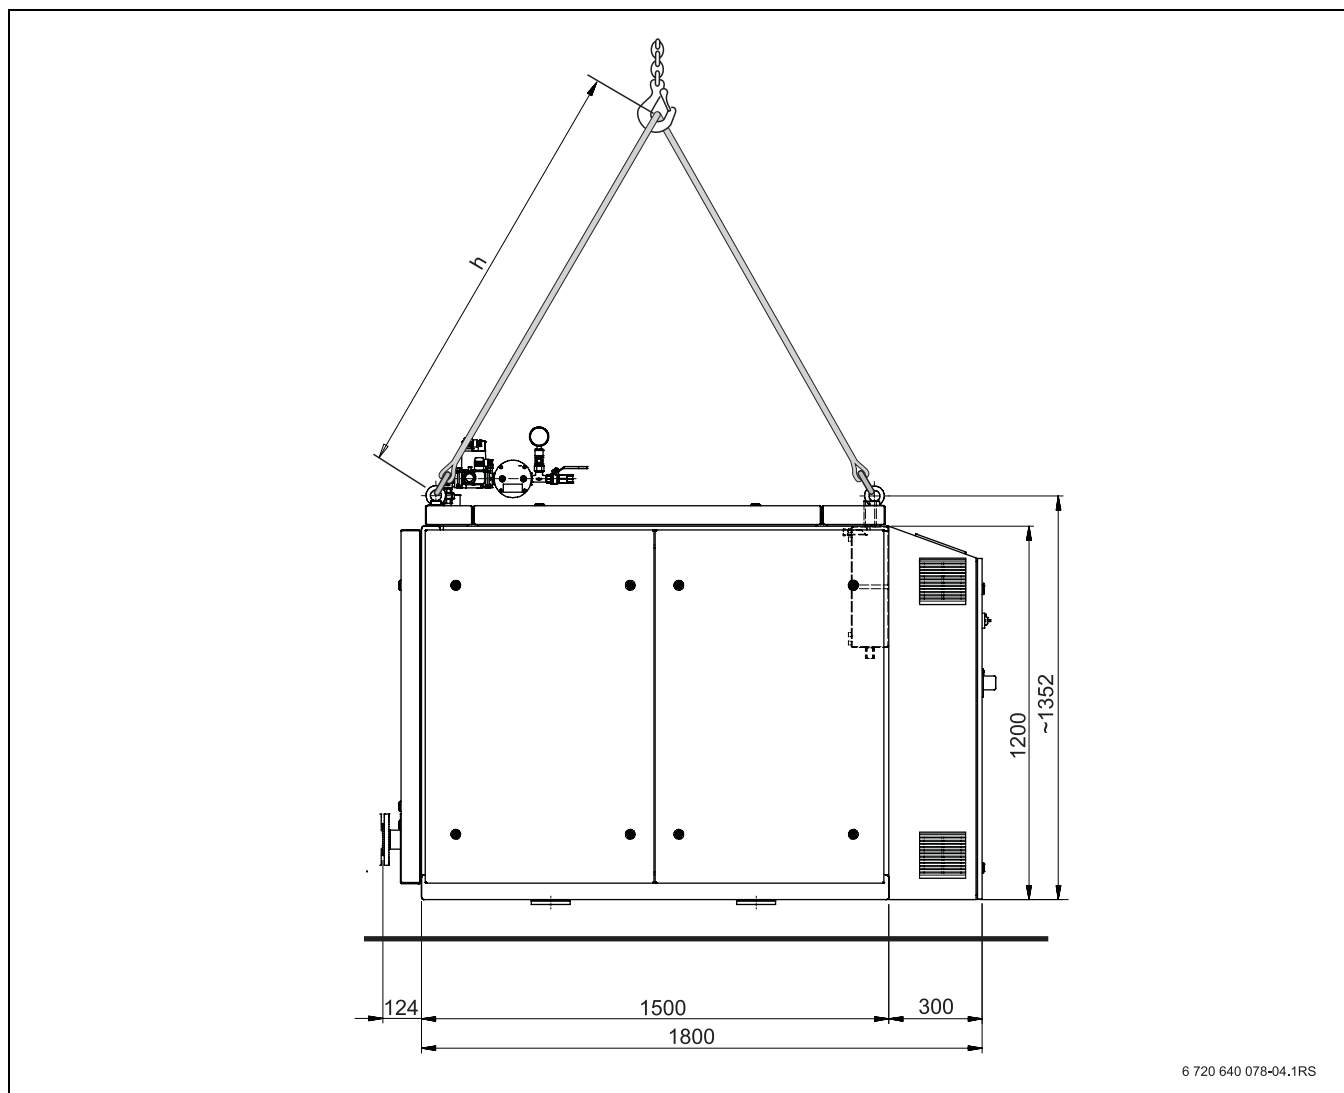

Рис. 7 Крепление строп и подъем блок-ТЭС
- ▶ Расстояние от верхнего края блок-ТЭС до крюка должно быть не менее 1,25 м (→ рис. 7, стр. 24).